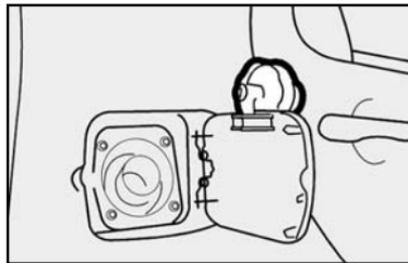

fig. 73
- Luego de retirada la tapa de su alojamiento, colóquela en el soporte sobre la puerta **fig. 73**.